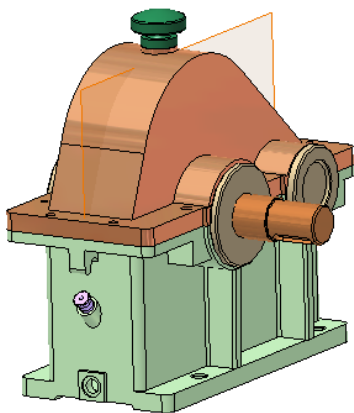
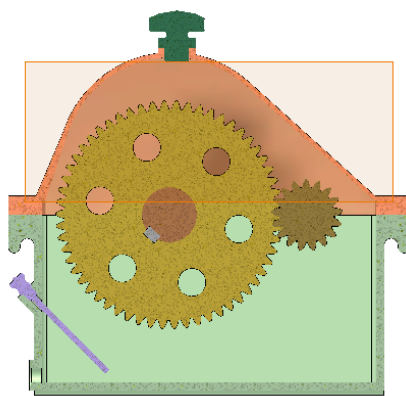
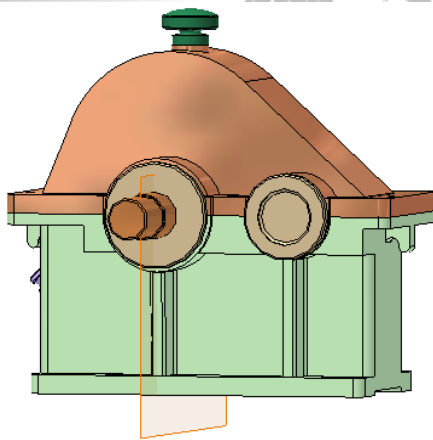
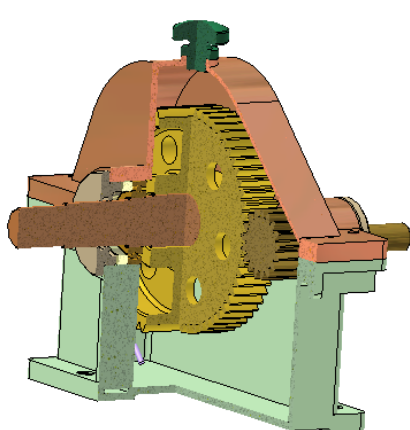

图 11-6 建立工作平面
图 11-7 剖切后的部件
图 11-8 创建工作平面
图 11-11 3/4 剖视图
首先应该创建用来作为剖面的工作平面，可以将箱体的宽度方向的一个侧面偏移这个侧面与另外一个对应侧面之间的距离的一半来创建一个工作平面，如图 11-6 所示。其实也完全可以借用零件中的工作平面。我们在设计箱盖时，为了切削内部的空腔特征，已经建立了一个与图 11-6 中所示工作平面位置重合的工作平面，这时候可以借用这个工作平面来完成剖视。如果这个工作平面不可见的话，在浏览器中选择这个工作平面，单击右键，在【打开】菜单中选择【可见】选项即可。
(2) 单击【视图】标签栏【外观】面板上的【半剖视图】工具按钮，然后选择图 11-6 中所示的工作平面，此时部件被剖切，单击右键从打开菜单中选择【完成】选项完成剖切，剖切后的部件如图 11-7 所示。
(3) 为了能够观察传动轴及其轴承等零件的安装情况，需要创建一个垂直于箱盖于箱体的配合面且过传动轴轴线的工作平面，如图 11-8 所示。可以将下箱体加强筋的对应侧面偏移其厚度的一半来创建该工作平面，如下箱体零件中，加强筋的厚度是 16mm，可以将其厚度方向的一个侧面偏移 8mm 来创建工作平面。
如果创建 1/2 剖视图的话，一次只能够观察一个方向即垂直于剖面方向上的特征。如果要同时观察两个方向上的特征，则需要创建 1/4 剖视图或者 3/4 剖视图，图 11-11 是减速器零件的 3/4 视图，从中可以看出，在 3/4 剖视图中，既可以观察齿轮零件是否与箱体内壁之间存在干涉，还可以观察传动轴及其附件的安装情况。3/4 剖视或者 1/4 剖视相对于 1/2 剖视来说，增大了观察的范围。
要创建合适的 1/4 剖视图或者 3/4 剖视图，必须首先创建正确的剖视平面，这里一般选择工作平面作为剖切平面。在图 11-11 所示的 3/4 剖视中，选择了图 11-6 中的工作平面和图 11-8 中